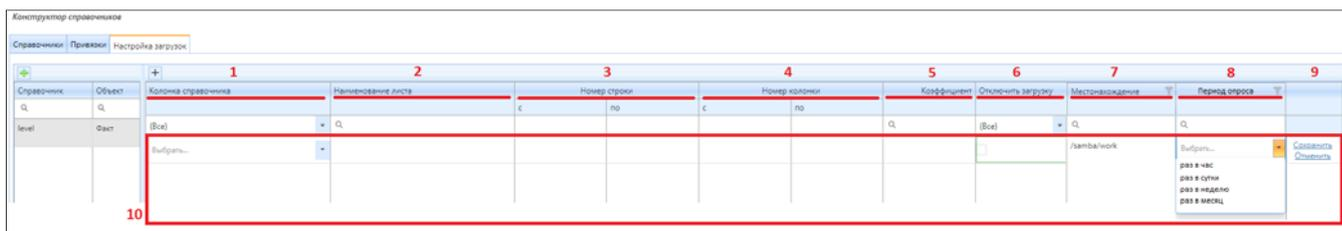

Рисунок 4.8.12 – Вкладка «Настройка загрузок»
5. В добавленной строке необходимо поле (10) (рис. 4.8.12) необходимо заполнить следующие поля (рис. 4.8.12):